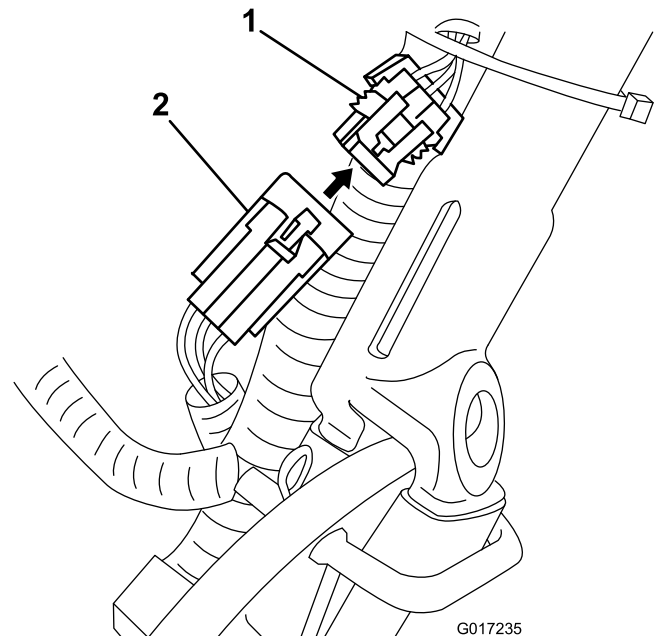

図 12
3. パックについている小さいコネクタがマシンのワイヤハーネスに接続されているので、これをハーネスから外し、メインのワイヤハーネスに接続する（図 12）。
14. バッテリーパックのワイヤハーネスを、メインのワイヤハーネスの下と後ろを通してマシン左側に通し、ハーネスについている小さい6ピンコネクタをメインのワイヤハーネスにある対応コネクタに図 12のように接続する。